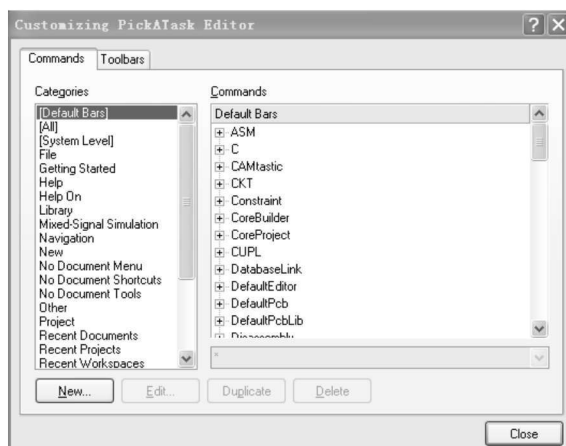

图 1-13 用户自定义菜单
① Customize: 单击“Customize”选项将出现如图 1-13 所示的用户自定义菜单对话框。该对话框用于定义菜单、热键和工具按钮以及它们之间的关系，如添加、删除、修改菜单栏和工具栏上的按钮，以及创建和修改快捷键等。